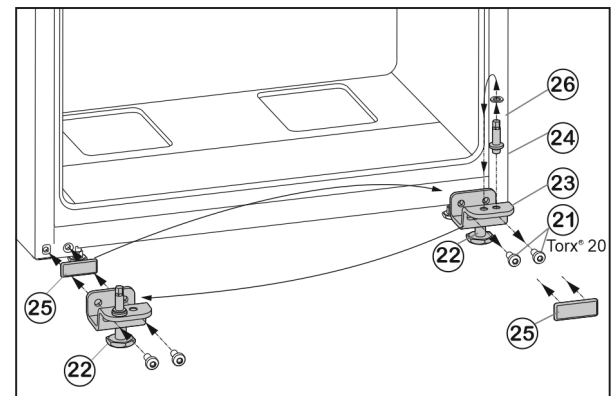

Fig. 7
- ▶ Befestigungsschrauben Fig. 7 (21) abschrauben.
- ▶ Lagerbock unten Fig. 7 (23) komplett mit Lagerbolzen Fig. 7 (24), Scheibe Fig. 7 (26) und Stellfuß Fig. 7 (22), abnehmen.
- ▶ Lagerbock Fig. 7 (24) komplett mit Scheibe Fig. 7 (26) abschrauben, in das gegenüberliegende Aufnahme Loch des Lagerbocks umsetzen und wieder festschrauben.
- ▶ Abdeckplatte Fig. 7 (25) vorsichtig abnehmen und auf die Gegenseite umsetzen.
- ▶ Lagerbock unten Fig. 7 (23) komplett mit Lagerbolzen Fig. 7 (24), Scheibe Fig. 7 (26) und Stellfuß Fig. 7 (22) auf der neuen Scharnierseite ggf. mit Hilfe eines Akkuschaubers **fest (mit 4 Nm)** wieder anschrauben.
- ▶ Untere Tür von oben auf Lagerbolzen Fig. 7 (24) aufsetzen.
- ▶ Stellfuß Fig. 7 (22) am Lagerbock unten Fig. 7 (23) herausdrehen, bis er auf dem Boden aufliegt.